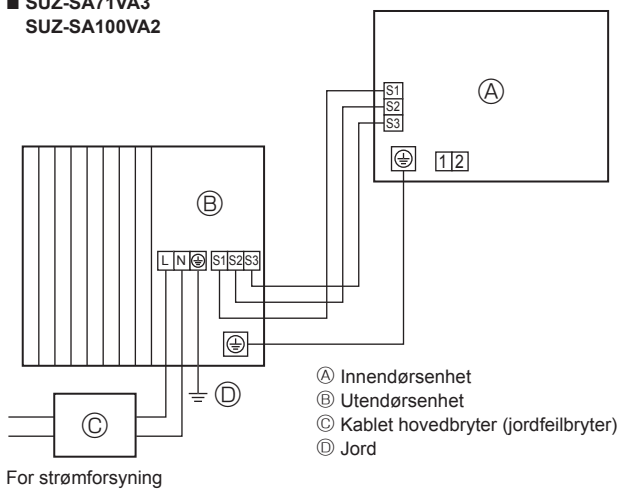
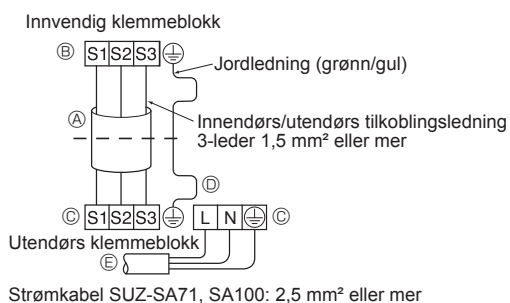
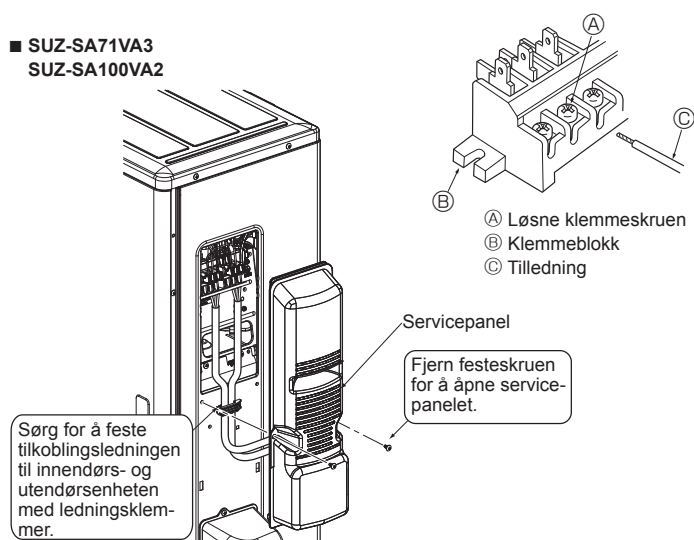

Fig. 5-1
Fig. 5-2
Fig. 5-3
### 5.1. Utendørsenhet (Fig. 5-1, Fig. 5-2, Fig. 5-3, Fig. 5-4)
- Koble til kablene med henvisning til Fig. 5-1, Fig. 5-2, Fig. 5-3 og Fig. 5-4.
- Utfør kabling slik vist i figuren nede til venstre. (Anskaff kablet lokalt) (Fig. 5-2)
- Utvis forsiktighet for å unngå feilkabling. (Fig. 5-3)